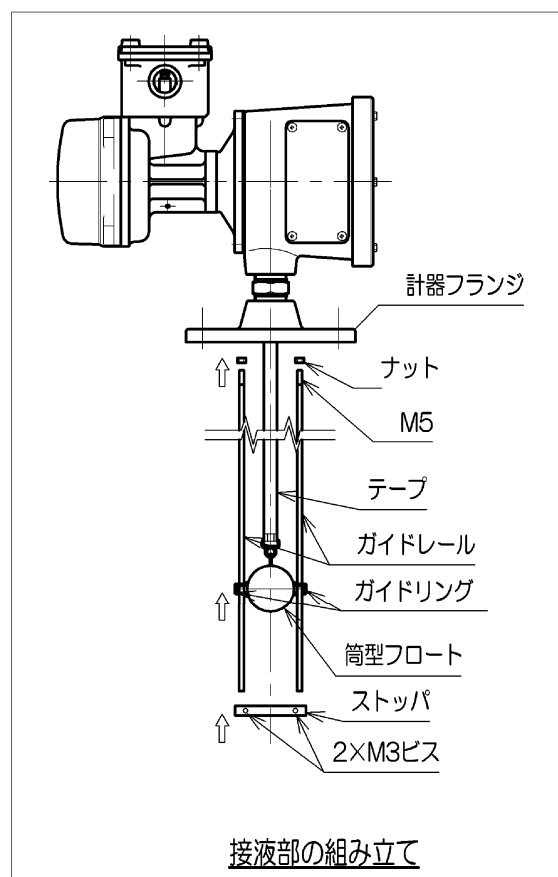

図 4.接液部の組み立て
- 4.3.1. 計器の接液部分を組み立てます(図 4.参照)。計器フランジ下面に予めナットが組み付いたガイドレール 2 本をねじ込み、ナット増し締めして固定します。